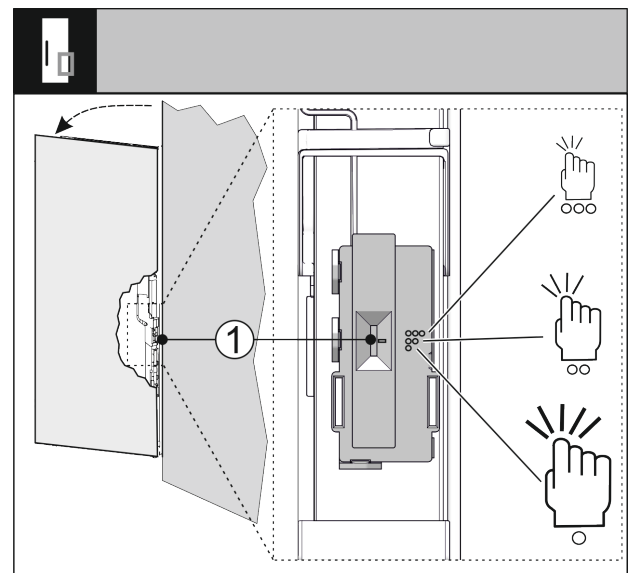

Fig. 71
- Ju mund ta rregulloni në çdo kohë ndjeshmërinë e sinjalit të trokitjes nëpërmjet çelësit Fig. 71 (1). Çelësi ndodhet në anën e menteshës në një të tretën e poshtme të derës.
► Vendosni çelësin Fig. 71 (1) në pozicionin e çelësit që dëshironi.